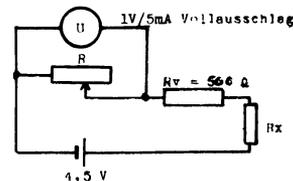

Fig. 42
42. a) Wie groß ist in untenstehender Ohmmeterschaltung (Fig.42) der Einstellwiderstand R_x , wenn das Voltmeter auf Vollausschlag eingestellt wird (bei $R_x = 0$). b) Wie ist die am Instrument abgelesene Spannung, wenn $R_x = 1 \text{ k}\Omega$ ist?